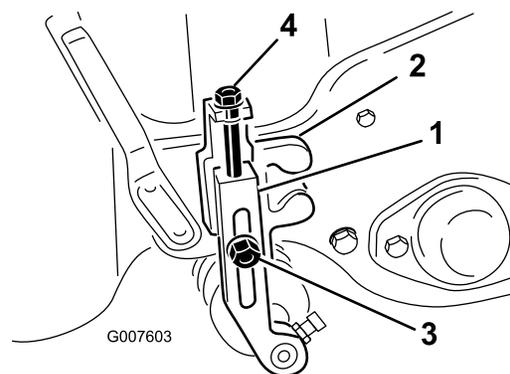

Figura 41
- Afije las contratuercas que sujetan los brazos de ajuste de la altura de corte a los soportes de ajuste (Figura 41).